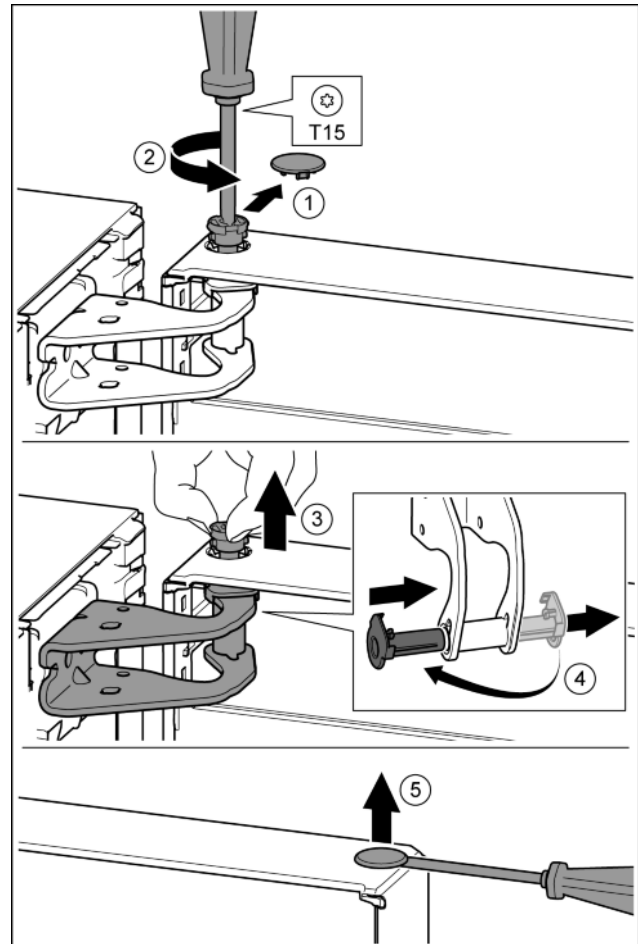

Fig. 12
- ▶ Bezpečnostní kryt opatrně stáhněte. Fig. 12 (1)
- ▶ Šroubovákem T15 o kousek vyšroubujte čep. Fig. 12 (2)
- ▶ Dveře držte a čep vytáhněte prsty. Fig. 12 (3)
- ▶ Vytáhněte ložiskové pouzdro z vedení. Vložte z druhé strany a zaklapněte. Fig. 12 (4)
- ▶ Plochým šroubovákem opatrně nadzvedněte zátku z ložiskového pouzdra dveří a vytáhněte ji. Fig. 12 (5)